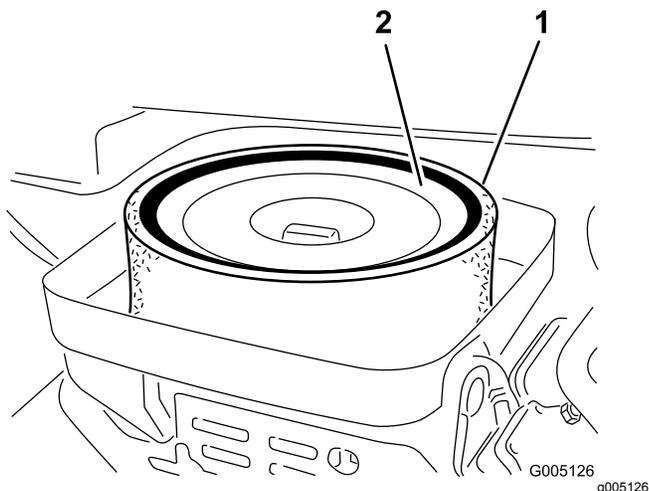

**Figura 36**
1. Limpie la tapa a fondo (Figura 36).